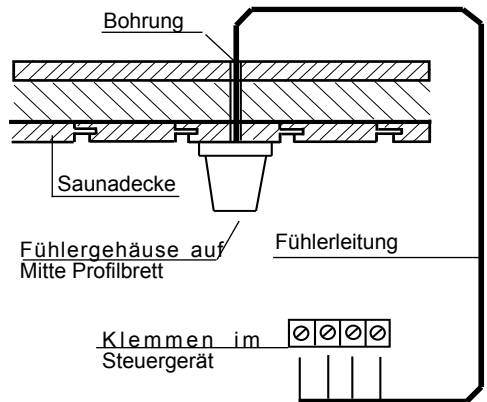

Abb. 11
3. Führen Sie die Fühlerkabel durch das gebohrte Loch und schließen Sie die Fühlerleitung gemäß Abb. 11 an.